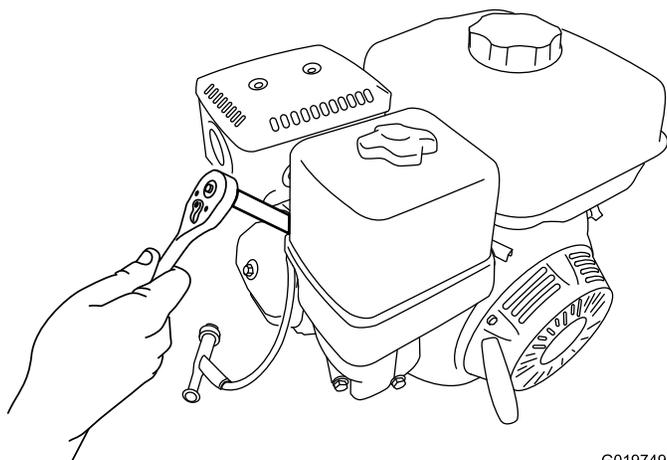

Figure 29
5. Avec une clé de 20 mm (13/16 po), tournez la bougie dans le sens antihoraire pour la déposer ainsi que la rondelle d'étanchéité (Figure 29).
2. Avec une clé de 20 mm (13/16 po), tournez la bougie dans le sens horaire jusqu'à ce qu'elle soit en place avec sa rondelle d'étanchéité (Figure 29).